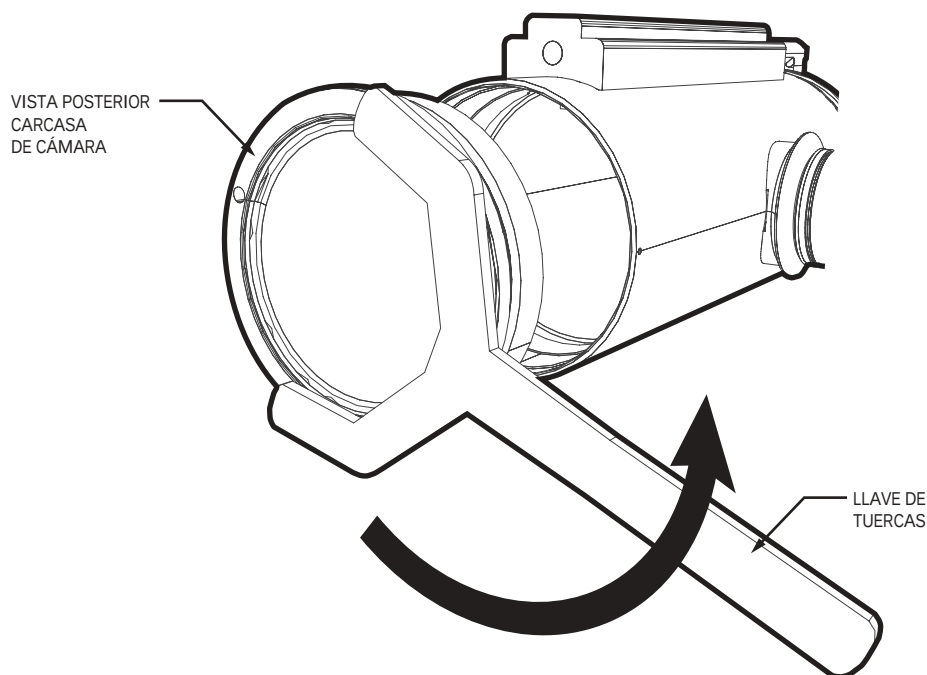

Figura 6. Extraiga la tapa posterior de la carcasa
2. Utilice la llave de tuercas para aflojar la tapa posterior de la carcasa de la cámara (consulte la Figura 6). Cuando haya aflojado la tapa posterior, utilice sus manos para continuar aflojándola hasta extraerla.